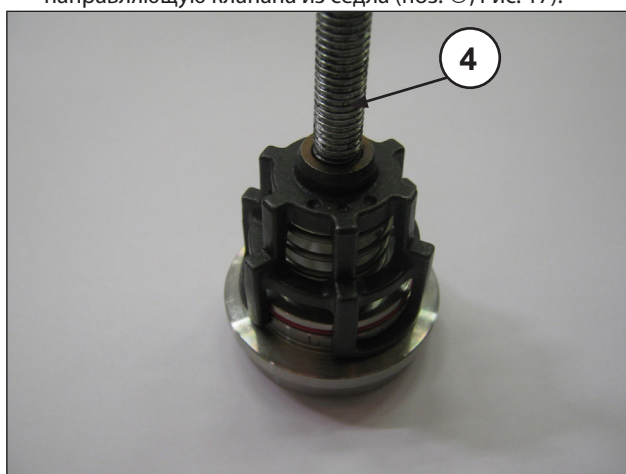

Рис. 17
- Снимите клапанные узлы всасывания и нагнетания, закрутив винт М10, длина которого позволяет воздействовать на тарелку клапанов и извлечь направляющую клапана из седла (поз. ④, Рис. 17).